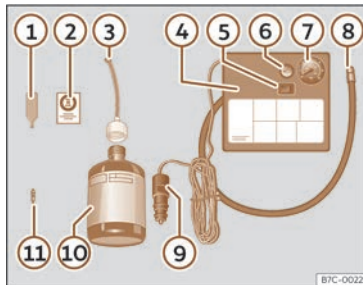

Fig. 213 Representación estándar: contido do kit anticipadas.
O kit anticipadas atópase no compartimento do maleteiro, baixo o revestimento do chan. Inclúe os seguintes compoñentes >>> **fig. 213:**
- Desaparafuse a carapucha e o obús da válvula do pneumático. Use o dispositivo >>> **fig. 213 ①** para extraer o obús. Póñao sobre unha superficie limpa.
- Sacuda con forza a botella de illante de pneumáticos >>> **fig. 213 ⑩**.
- Enrosque o tubo de inflamento >>> **fig. 213 ③** na botella de illante. O precinto da botella romperá automaticamente.
- Retire o tapón do tubo de carga >>> **fig. 213 ③** e enrosque o extremo aberto do tubo na válvula do pneumático.
- Volva colocar o obús co dispositivo >>> **fig. 213 ①** na válvula do pneumático.
- Enrosque o tubo de inflamento do pneumático do compresor >>> **fig. 213 ⑧** na válvula do pneumático.
- Asegúrese de que o parafuso de evacuación de aire estea pechado >>> **fig. 213 ⑥**.
- Acople o conector >>> **fig. 213 ⑨** á toma de corrente de 12 voltios do vehículo >>> páx. 216.
- Conecte o compresor de aire con conmutador ON/OFF >>> **fig. 213 ⑤**.
- Pegue o adhesivo >>> **fig. 213 ②** no cadro de instrumentos, dentro do campo visual do condutor.
Enrosque de novo o tubo de inflamento >>> **fig. 213** (8) e comprobe a presión no manómetro (7).